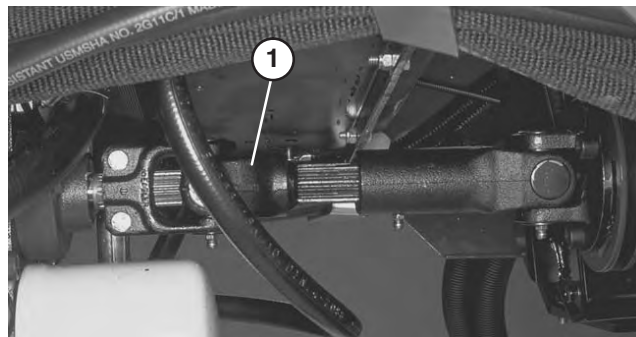

Figure 30
1. Desserrez et retirez les vis de fixation de l'arbre de transmission au coupleur d'entraînement du moteur. Desserrez les vis de fixation de l'arbre de transmission à la transmission (Fig. 30). Déposez l'arbre de transmission.
5. Après avoir remorqué la machine, reposez l'arbre de transmission comme indiqué à la Figure 30. Les cannelures sont conçues pour ne permettre l'assemblage que lorsque les deux moitiés de l'arbre sont correctement orientées.